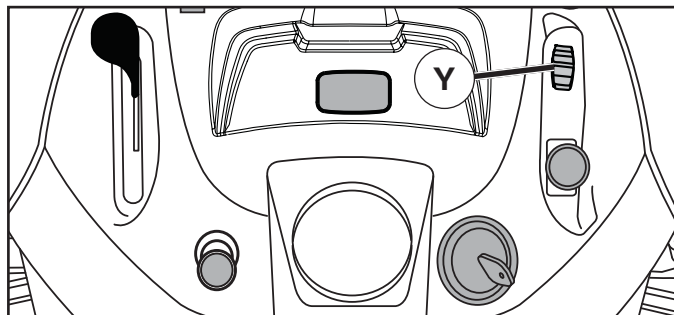

Fig. 8
## POUR UTILISER LA COMMANDE DE BLOCAGE DE DIFFÉRENTIEL (Y) (Voir Fig. 8)